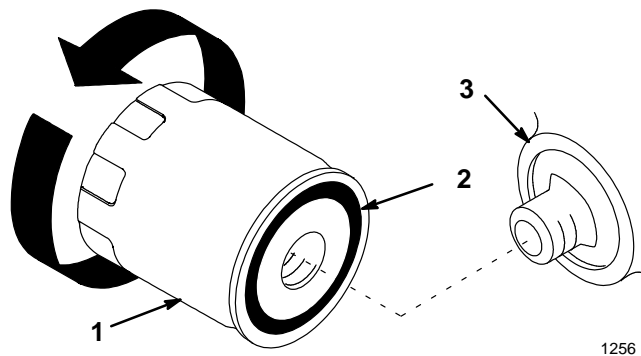

Figure 26
2. Déposer le filtre usagé et essuyer la surface de joint de l'adaptateur du filtre (Fig. 26).
3. Enduire d'une mince couche d'huile fraîche le joint de caoutchouc du filtre neuf (Fig. 26).
4. Monter le nouveau filtre à huile sur l'adaptateur, en vissant le filtre dans le sens des aiguilles d'une montre jusqu'à ce que le joint de caoutchouc touche l'adaptateur, puis en le vissant encore de 1/2 tour supplémentaire (Fig. 26).